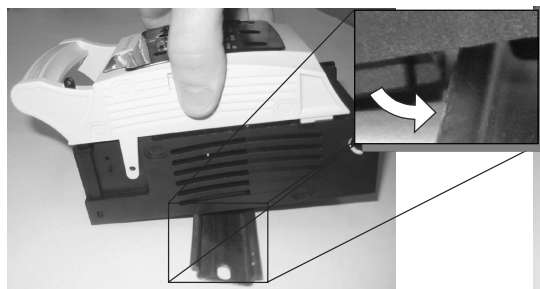

Figura 9
- Encaixe o engate superior na borda do trilho DIN 35 (Figura 9);